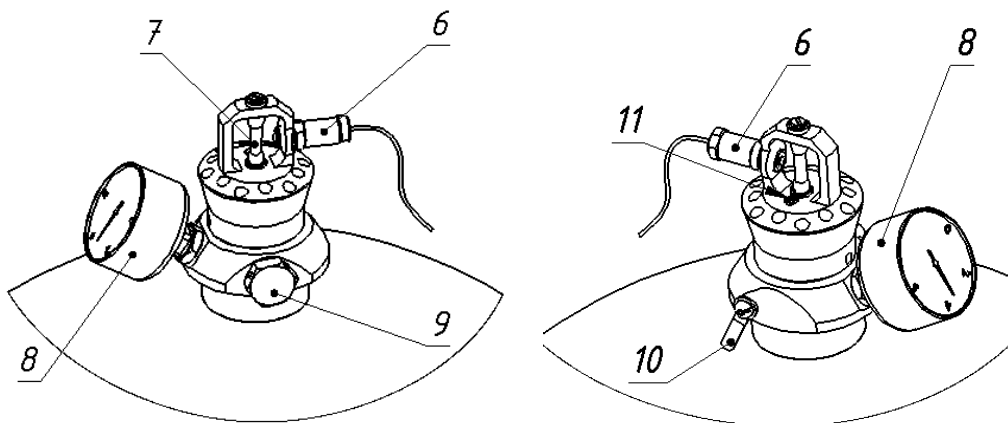

Рисунок 3 Общий вид запорно-распылительного устройства
Для заземления используется клемма 10 рис.3. Для предотвращения несанкционированного срабатывания модуля при перевозке, хранении, монтаже и техническом обслуживании в запорно-распылительное устройство устанавливается блок-винт 11 рис. 3. При постановке модуля в режим дежурства блок-винт удаляется.
ВНИМАНИЕ! Перед проведением ремонтных работ или демонтажа модуля при наличии в нем давления следует установить блок-винт (поз.11, рис. 3)
ВНИМАНИЕ! При монтаже, во избежание повреждения герметичности модуля запрещается брать за запорно-распылительное устройство и манометр. Монтаж модуля производить только при наличии блок-винта (поз. 11, рис. 3).
7.3.3 Модуль должен быть обязательно заземлен. Для заземления используется клемма 10 рис. 3.
ВНИМАНИЕ! После монтажа модуля на объекте, перед постановкой его на дежурство удалить блок-винт (поз. 11, рис. 3).
- установить в запорно-распылительное устройство блок-винт поз.11 рис. 3;